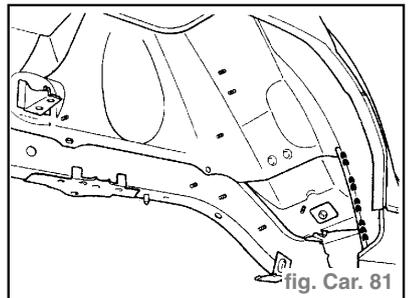

fig. Car. 81
- Liaison avec fermeture de bas de caisse (fig. Car. 81 et 82)